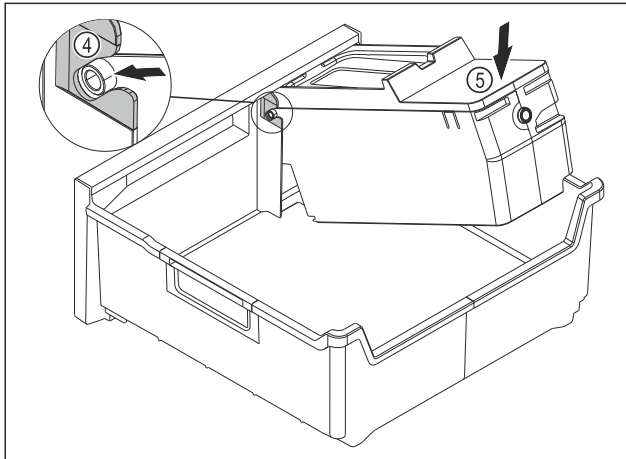

Fig. 121
- ▶ EasyTwist-Ice-rungon asennus: Työnnä EasyTwist-Ice-rungon akselit ohjaimiin Fig. 121 (4).
- ▶ Paina EasyTwist-Ice-runkoa Fig. 121 (5) takaa alaspäin.